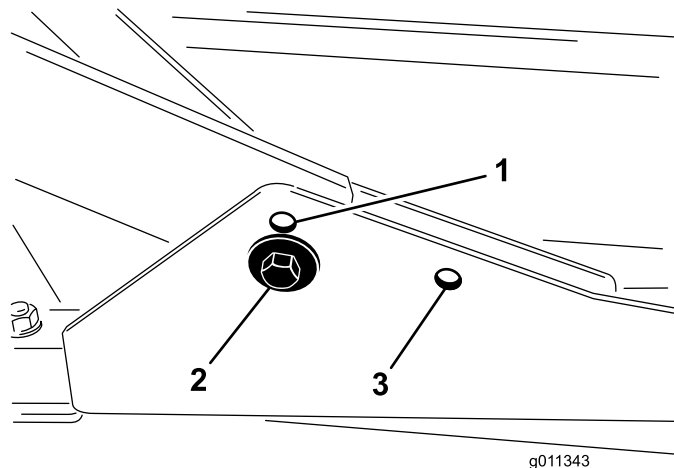

Figure 2
1. Pour les hauteurs de coupe entre 19 et 76 mm, montez les bâtis porteurs avant dans les trous avant inférieurs (Figure 2).
2. Pour les hauteurs de coupe entre 64 et 100 mm, montez les bâtis porteurs avant dans les trous avant supérieurs (Figure 2).
Quelle que soit la hauteur de coupe, le plateau de coupe arrière doit être monté dans les trous de montage arrière (Figure 2).